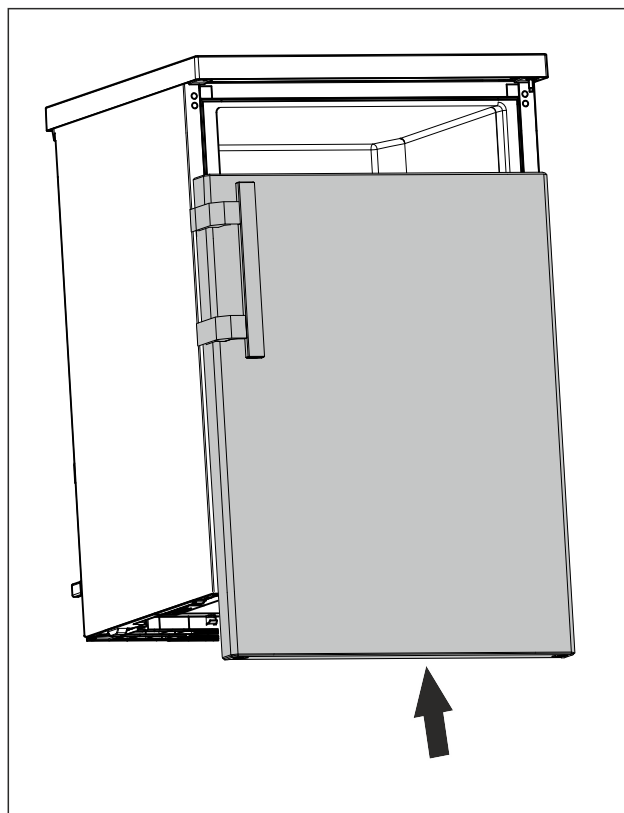

Fig. 24
- ▶ Плъзнете вратата върху горния болт, когато е затворена. (виж Fig. 24)